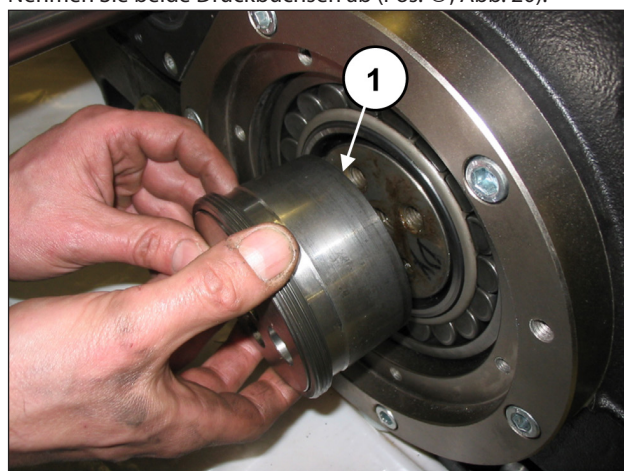

Abb. 20
Nehmen Sie beide Druckbuchsen ab (Pos. ①, Abb. 20).